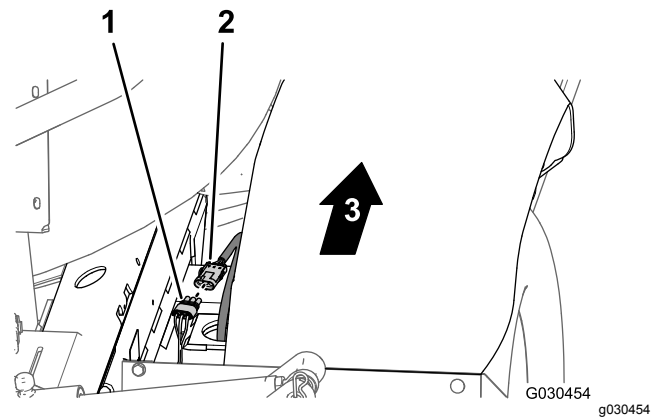

图 108
2. 在机器后部右机架管与右挡泥板之间将右液压驱动马达上速度传感器线束的 3 针接头连接至后主线束的 3 插槽接头未标记 图 108。